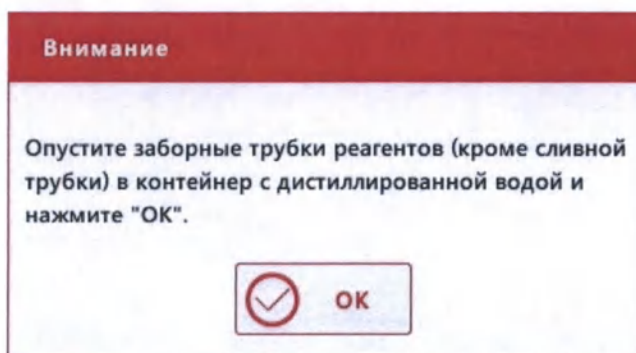

Рис.10.5-14 Информационное окно с описанием второго действия оператора
- 4) По завершении процесса слива реагентов появится следующее информационное окно (Рис.10.5-14):